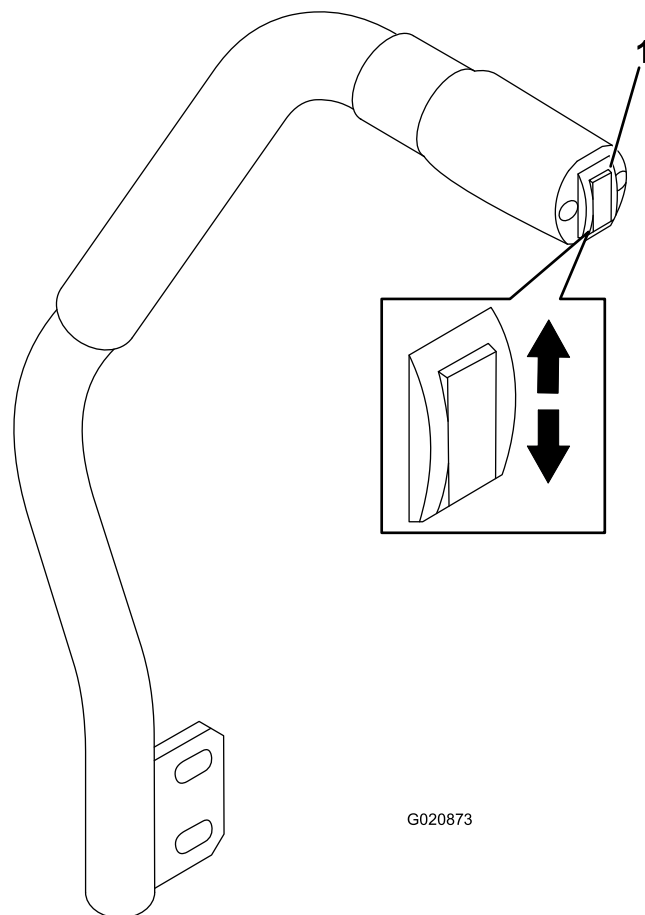

Figure 27
La commande de relevage du tablier de coupe permet de relever et d'abaisser le tablier de coupe (Figure 27). Ce levier est uniquement disponible lorsque le moteur est en marche.
- Pour abaisser le tablier de coupe, appuyez sur le bas de la commande (Figure 27).
- Pour relever le tablier de coupe, appuyez sur le haut de la commande (Figure 27).
1. Lorsque le moteur tourne, repoussez la commande de levage du tablier de coupe vers le haut jusqu'à ce que le tablier soit complètement levé puis **relâchez immédiatement la commande** (Figure 27).